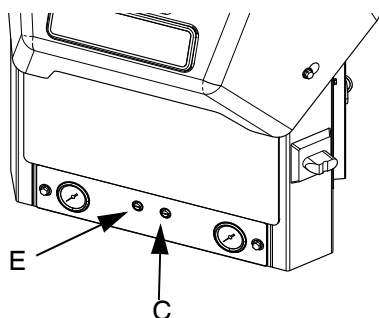

FIG. 18
6. Per regolare l'impostazione della pressione dell'aria di trasferimento a vuoto a 280-690 kPa (2,8-6,9 bar; 40-100 psi), utilizzare l'apposito regolatore (E). L'impostazione consigliata è pari a 414 kPa (4,1 bar, 60 psi). Vedere FIG. 18.